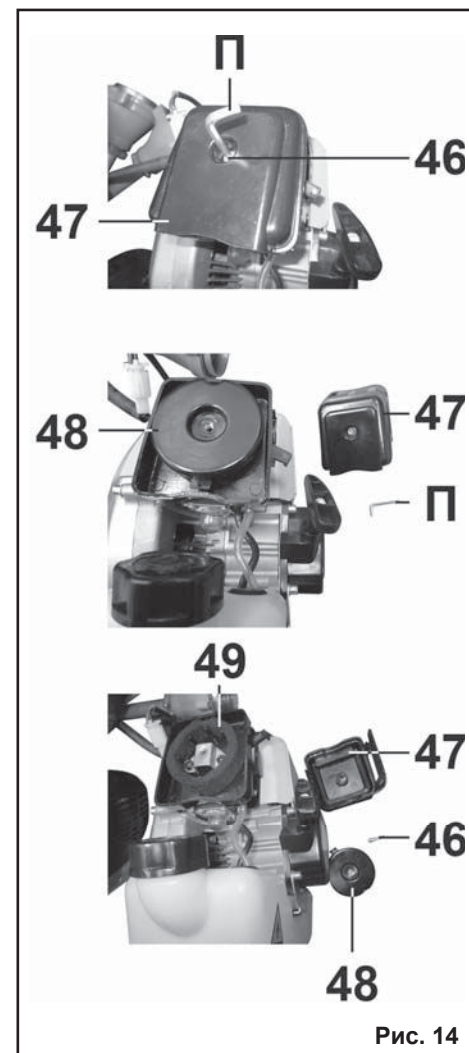

Рис. 14
8.1.2. Очистка воздушного фильтра (Рис. 14)
- Выкрутите винт (46) при помощи шестигранного ключа (П) из комплекта поставки на корпусе (13) воздушного фильтра и снимите крышку (47) воздушного филь-
- Снимите крышку (48).
- Снимите воздушный фильтр (49).
- Промойте воздушный фильтр (49) теплой водой (с небольшим количеством моющего раствора).
- Промойте воздушный фильтр (49) чистой водой.
- Установите воздушный фильтр (49) на место.
- Установите крышку (48) в соответствующие направляющие.
- Установите крышку воздушного фильтра (47), вставив планки в предусмотренные пазы в корпусе воздушного фильтра (13).
- Закрепите винтом (46) при помощи шестигранного ключа (П) из комплекта поставки крышку воздушного фильтра (47) (Рис. 14).